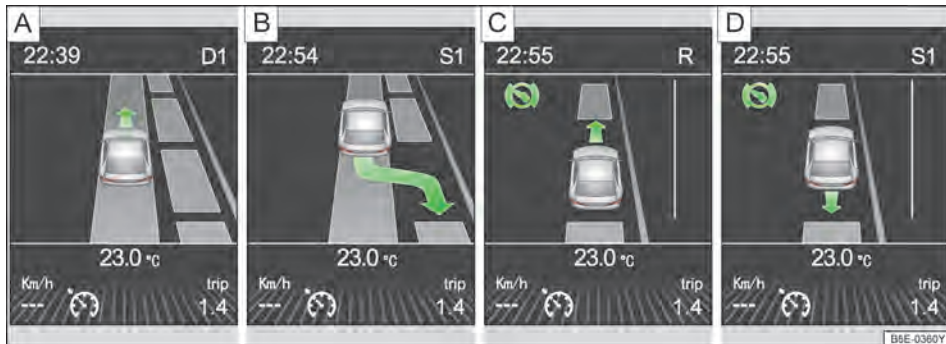
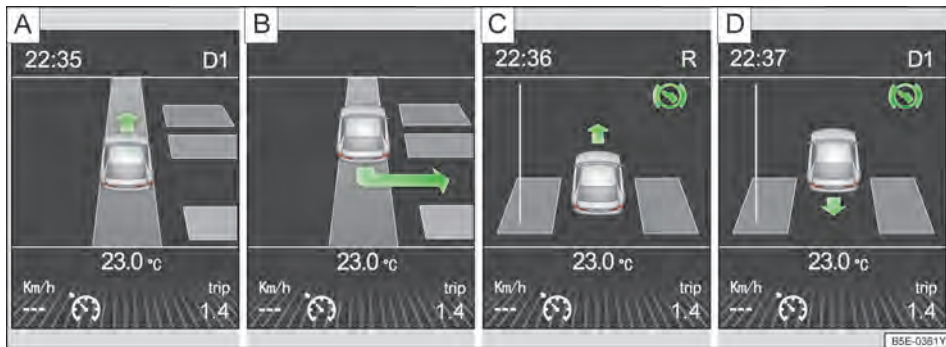

图 146
图 147
如果系统找到了停车位，那么推荐驻车方式，而且在显示屏上显示此停车位» 图 146，见第 114 页或» 图 147，见第 114 页A。
如果系统找到一个停车位，那么显示屏将显示此停车位**A**» 图 146» 图 147。
- » 继续前进，直到出现显示**B**» 图 146» 图 147。
› 如果显示屏中出现向前箭头-**[C]**› 图 146› 图 147，那么请选择第一档或将变速杆置于 D/S 档。
› 如果显示屏中出现向后箭头-**[D]**› 图 146› 图 147，再次选择倒档或将变速杆搬到 R 档。